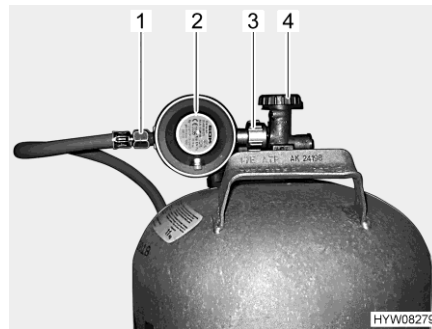

Fig. 136 Conexión de la bombona de gas
- Cerrar la llave de paso principal (Fig. 136,4) de la bombona de gas. Observar el sentido de la flecha.
- Retener el regulador de presión de gas (Fig. 136,2) y abrir la tuerca moleteada (Fig. 136,3) (por lo general, rosca a la izquierda).
- Retirar el regulador de presión de gas con la goma del gas (Fig. 136,1) de la bombona de gas.
- Colocar el regulador de presión de gas (Fig. 136,2) con goma del gas (Fig. 136,1) en la bombona de gas y apretar la tuerca moleteada (Fig. 136,3) (por lo general, rosca a la izquierda). **No** apretar demasiado firmemente.